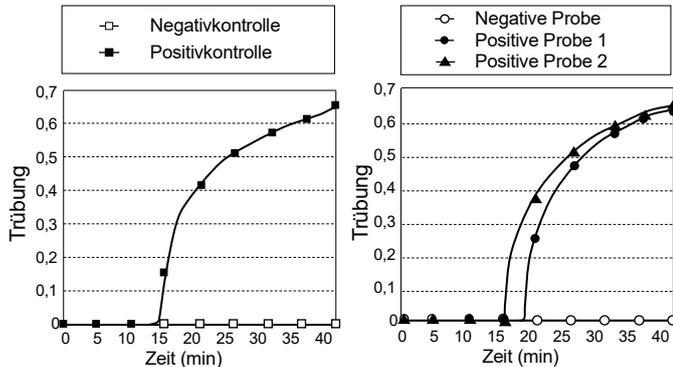

Abb. 1 : Amplifikationsplots für Kontrollen. Abb. 2 : Amplifikationsplots für Proben.
- (1) Real-Time Turbidimeter HumaTurb C+A für den Nachweis mit diesem Produkt konfigurieren.
- (2) Prüfen, ob die angezeigte Temperatur $65,0\text{ }^{\circ}\text{C}$ erreicht (Turbidimeter sollte vor Gebrauch 20 Minuten vorgeheizt werden).
- (3) Reaktionsgefäße einsetzen und Messung starten.
- (4) Turbidimeter-Anzeige auf einen Trübungsanstieg der Positiv- und Negativkontrollen prüfen. Steigt die Trübung in der Positivkontrolle an, in der Negativkontrolle jedoch nicht, läuft die Amplifikationsreaktion korrekt ab (Abb. 1). Wenn dies nicht der Fall ist, verläuft die Amplifikationsreaktion möglicherweise nicht ordnungsgemäß. In einem solchen Fall sind die betroffenen Proben erneut zu testen.
- (5) Fertigstellung der Polymerase-Inaktivierung bestätigen (wird vom Turbidimeter automatisch abgeschlossen). Alle Reaktionsgefäße aus dem Real-Time Turbidimeter HumaTurb C+A entnehmen und ungeöffnet entsorgen.
Nachdem bestätigt wurde, dass die Trübung in der Positivkontrolle zunimmt, in der Negativkontrolle jedoch nicht, sind die Proben nach den folgenden Kriterien (Abb. 1 und 2) zu bewerten.